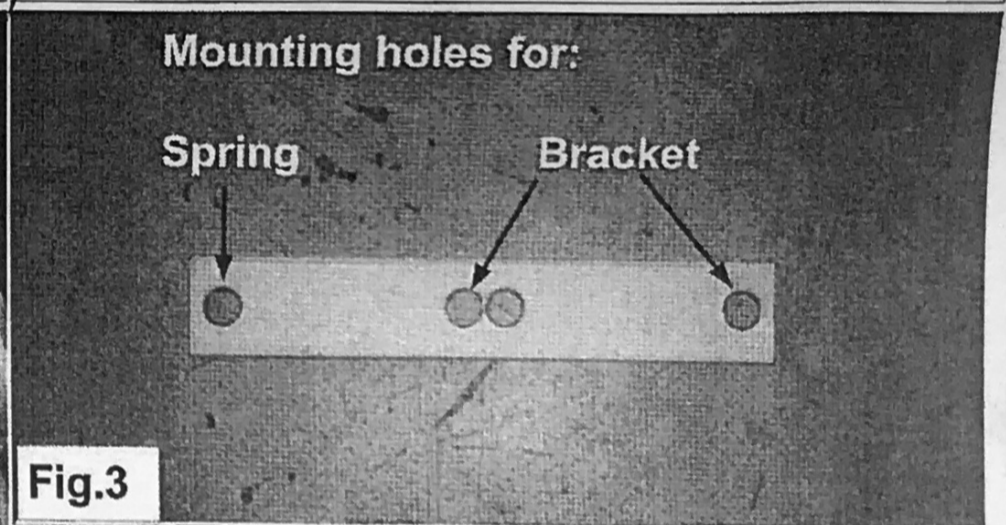

Fig.3
2. Montez la plaquette du CFA avec le boulon A dans l'orifice du support d'origine. Veillez à ce que la plaquette soit positionnée le plus possible vers l'avant du véhicule et qu'elle soit parallèle au support original. Utilisez les orifices indiqués. Percez à présent un trou de 8 mm dans l'orifice inférieur et montez le boulon B. Voir fig. 3 et 4.
2. Monte la placa LAR con el perno A, en el hueco del soporte original. Procure que la placa se encuentre lo más cerca posible del lado delantero del coche y que sea paralela al soporte original. Utilice los huecos indicados. Taladre ahora un hueco de 8 mm en el hueco inferior y monte el perno B. Véase fig. 3 y 4.